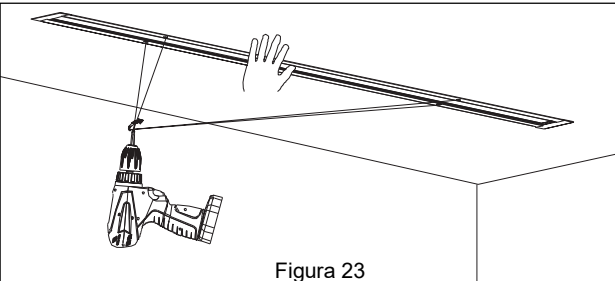

Figura 23
6. Desliza la lámpara en la ranura del techo y aprieta los 4 tornillos hasta que estén ajustados. **Ver Figura 23.**